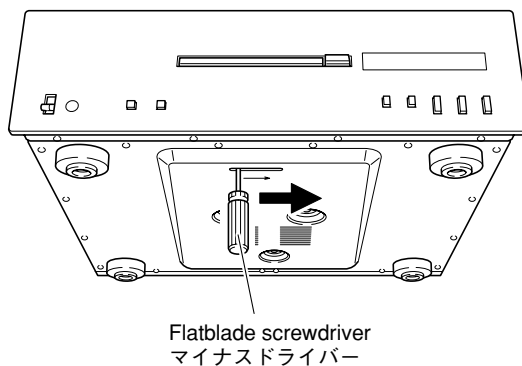

Fig. 2
- a. Using a flatblade screwdriver, move the slider at the bottom in the direction of the arrow shown below. (Fig. 2)
- a. マイナスドライバーで底面のスライダーを下図の矢印の方向に動かします。(Fig. 2)